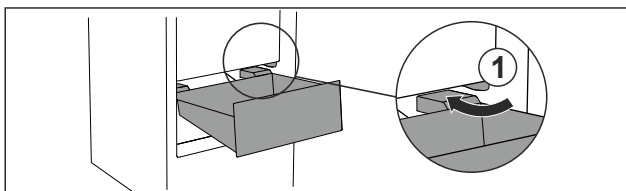

Fig. 65
- ▶ Обвести висувний ящик навскіс навколо стопора Fig. 65 (1).